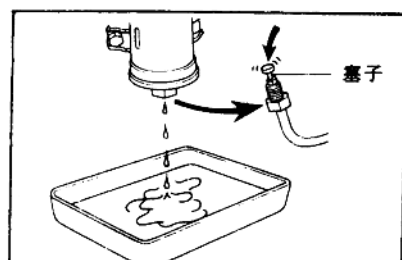
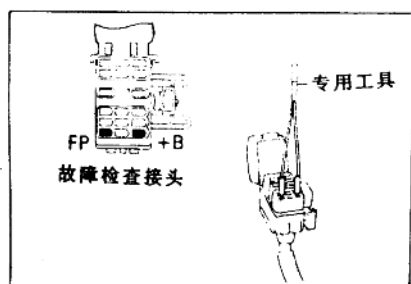

图 1-13
图 1-18
(1)在拆卸高压管接头上的螺母或接头螺栓时,应按下列步骤进行(图1-13)。
①在需要拆的接头下放一个容器。
②慢慢松开接头。
③拆下螺母。
④用一个橡胶塞将接头塞住。
- ④按图 1-13 所示的方法将喷油器安装到供油管和气缸盖上。
- (4)在完成燃油供给系统的维修后应确认没有燃油外漏。
- ①发动机停机时将点火开关旋至 ON。
- ②用专用工具将检查接头的 +B 和 FP 端子连接在一起(图 1-18)。